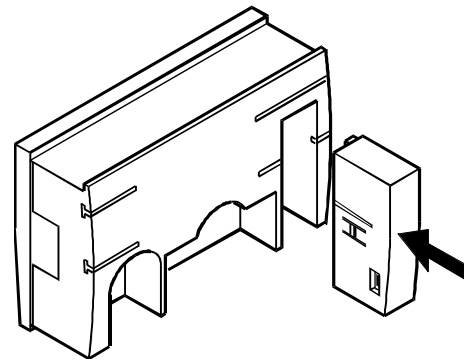

Рис. 13. Установка модуля прикладных задач
1. Установите модуль прикладных задач, как показано на рис. 13.